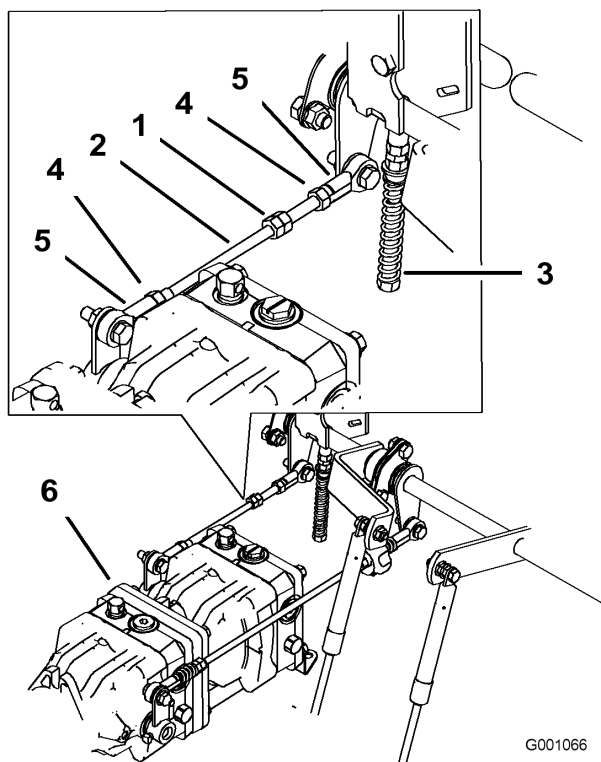

Bild 66
1. Lockern Sie die Sicherungsmuttern an den Kugelgelenken der Pumpsteuerungsstange (Bild 66).
3. Stellen Sie die Länge der Pumpstange ein, indem Sie die Doppelmutter an der Stange so weit in die entsprechende Richtung drehen, bis das Rad stillsteht oder sich leicht zurückdreht (Bild 66).
6. Ziehen Sie die Klemmmuttern an den Kugelgelenken fest (Bild 66).